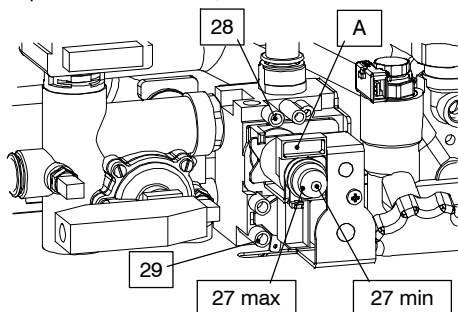

fig. 7.1
Dopo ogni misurazione delle pressioni gas, **richiudere bene** le prese di pressione utilizzate (29 e 28 in fig. 7.1). Dopo ogni operazione di regolazione gas **gli organi di regolazione della valvola devono essere sigillati**.
- 1 A caldaia spenta (fuori servizio), controllare la pressione di alimentazione utilizzando la presa 29 in fig. 7.1 e confrontare il valore letto con quelli riportati nella tabella **Pressioni di alimentazione gas** a pag. 10 o 12
- 3 Aprire la presa di pressione 28 in fig. 7.1 e collegare un manometro.
Per tarare la pressione al bruciatore agire sul dado in ottone dell'operatore modulante 27 *max* in fig. 7.1, ruotandolo in senso orario aumenta la pressione.
- 9 Sconnettere il filo di alimentazione "A" dell'operatore modulante 27 in fig. 7.1
Per tarare la pressione al bruciatore agire sulla vite in plastica dell'operatore modulante 27 *min* in fig. 7.1 tenendo fermo il dado in ottone 27 *max* in fig. 7.1, ruotandola in senso orario aumenta la pressione.
- 11 Collegare il filo di alimentazione "A" dell'operatore modulante fig. 7.1
- 13 **Chiudere la presa di pressione** 28 in fig. 7.1